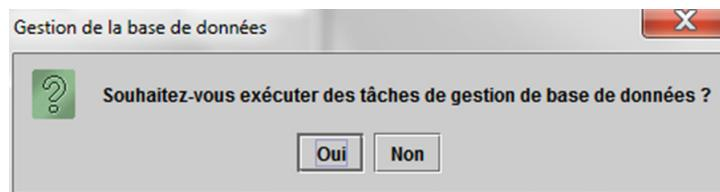
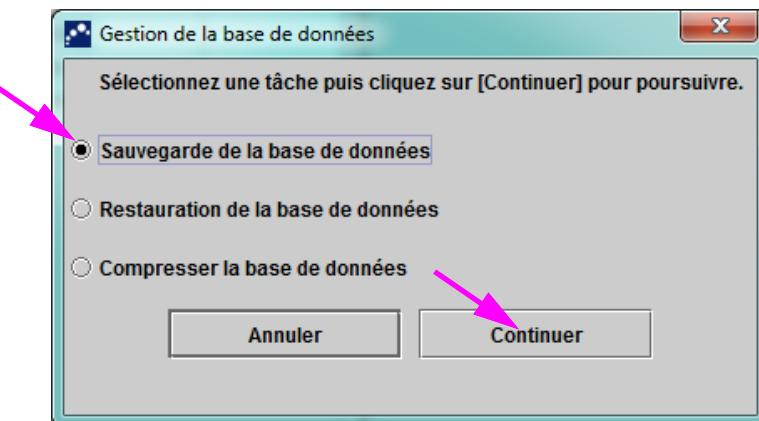

Figure 2-99. Boîte de dialogue Gestion de la base de données
Figure 2-100. Boîte de dialogue Gestion de la base de données
- Si la case **Rappels de gestion de la base de données** de la boîte de dialogue Configuration du système (cf. Figure 2-77) n'est pas cochée, la boîte de dialogue Gestion de la base de données (cf. Figure 2-99) ne s'affiche pas, et aucune action supplémentaire n'est requise. Le logiciel se ferme lorsque vous cliquez sur le bouton **Quitter** dans la Section 2.17.1, étape 3, et vous pouvez passer à la Section 2.17.1.3 pour terminer la séquence d'arrêt.
- Si la case **Rappels de gestion de la base de données** de l'écran de dialogue Configuration du système est cochée (cf. Figure 2-77), la boîte de dialogue Gestion de la base de données (cf. Figure 2-99) s'affiche dans le haut de la fenêtre GeneXpert Dx System, et vous demande si vous souhaitez exécuter les tâches de gestion de la base de données.
- A. Si vous cliquez sur **Non** dans la boîte de dialogue Gestion de la base de données (cf. Figure 2-99), le logiciel GeneXpert Dx se ferme et vous pouvez passer à la Section 2.17.1.3 pour terminer la séquence d'arrêt.
- B. Cliquez sur **Oui** dans la boîte de dialogue Gestion de la base de données (cf. Figure 2-99), et on vous demandera de sélectionner la tâche à exécuter (cf. Figure 2-100).
Selon les priviléges de l'utilisateur, il est possible que les quatre options (ou quelques-unes) ne soient pas visibles dans la boîte de dialogue Gestion de la base de données. Voir Figure 2-100.